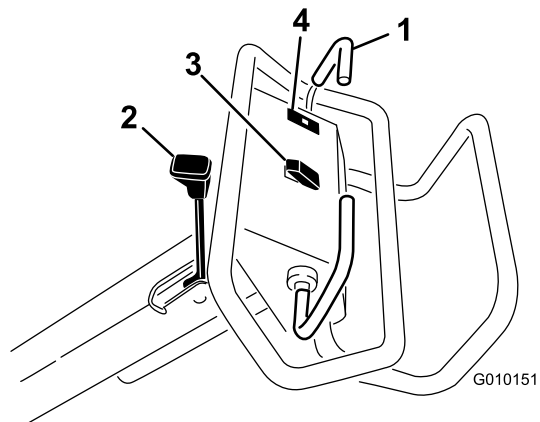

Figura 13
Per avanzare, portate la leva della trazione in avanti. Per spostarsi in retromarcia, tirare indietro la leva della trazione (Figura 13).
Per innestare il freno di stazionamento spostate la leva verso il motore. Per disinnestare il freno di stazionamento spostate in avanti la leva (Figura 13).
La spia luminosa della pressione dell'olio (Figura 13) si accende quando la pressione dell'olio motore scende sotto il livello di sicurezza. Se si riscontra una bassa pressione dell'olio, spegnete il motore e determinatene la causa. Riparate il danno prima di riavviare il motore.
**Sollevamento** – Premete la parte superiore dell'interruttore (Figura 13) per sollevare e disinnestare la testa di carotaggio. Il motore deve girare per generare la pressione di sollevamento. Se la testa di carotaggio si trova al di sotto dell'altezza di trasferimento, fate riferimento a Reset del circuito di controllo del sistema \(pagina 26\).
**Abbassamento/Innesto** – Premete la parte inferiore dell'interruttore (Figura 13) per abbassare la testa di carotaggio e innestarla. Per attivare l'interruttore la leva di trazione deve essere spostata in avanti.